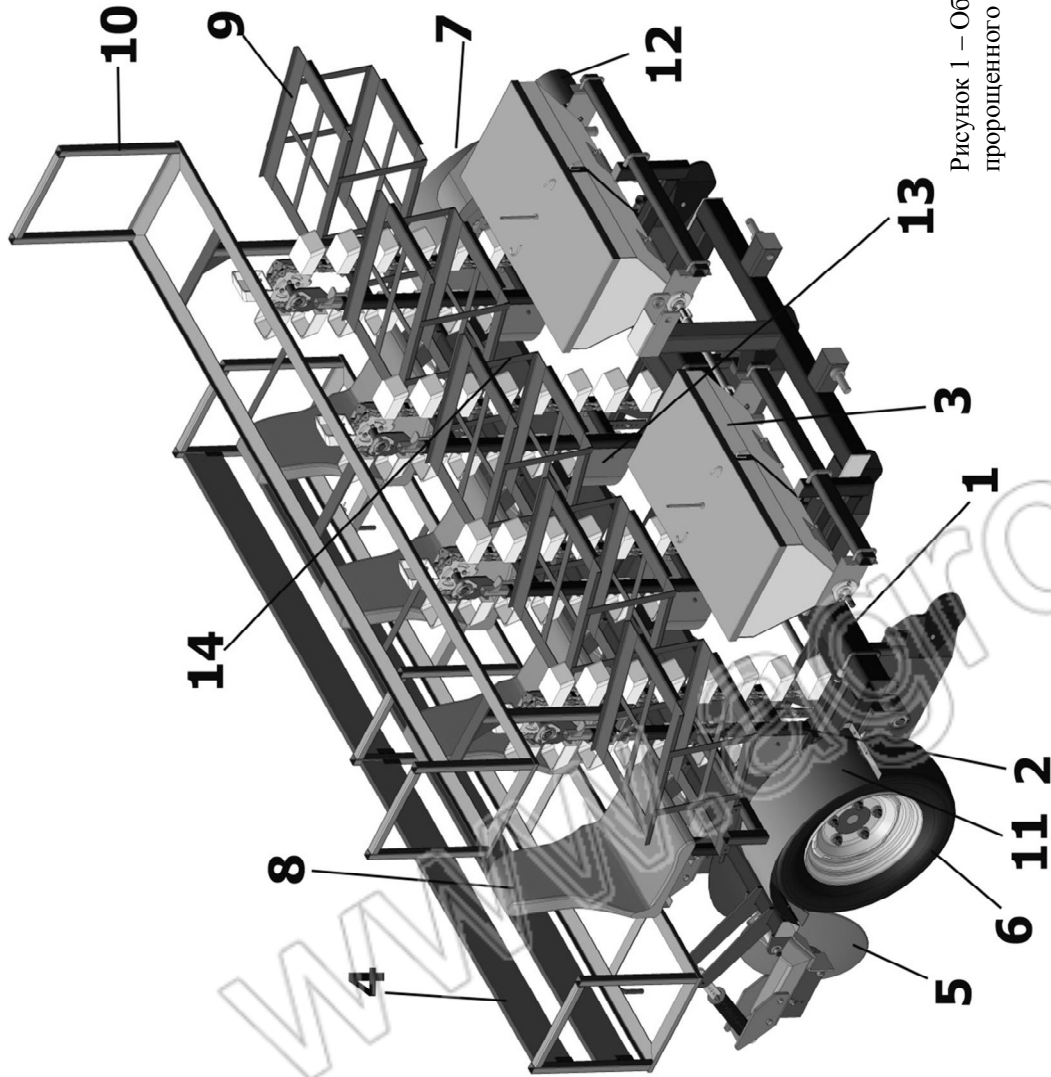

Рисунок 1 – Общий вид сажалки пророщенного картофеля СПК-4
3.1 Сажалка (рис.1) представляет собой навесную машину, состоящую из несущей рамы 1, на которой с помощью хомутов крепятся высаживающие аппараты 2, туковывсевающие аппараты 3 с тукопроводами. За высаживающими аппаратами установлены бороздозакрывающие диски 5. Привод вращения высаживающих и туковывсевающих аппаратов осуществляется от опорно-приводных колес 6 и 7 при помощи цепных передач. Для размещения пустых ящиков и ящиков с посадочным материалом на машине установлены передний 9, верхний 10 и задний откидной 4 стеллажи. Верхний стеллаж 10 предназначен для размещения только пустых ящиков. Для посадки сельхозработчих во время работы машины на раме устанавливаются стульчики 8, регулируемые по высоте и расстоянию до высаживающего аппарата.